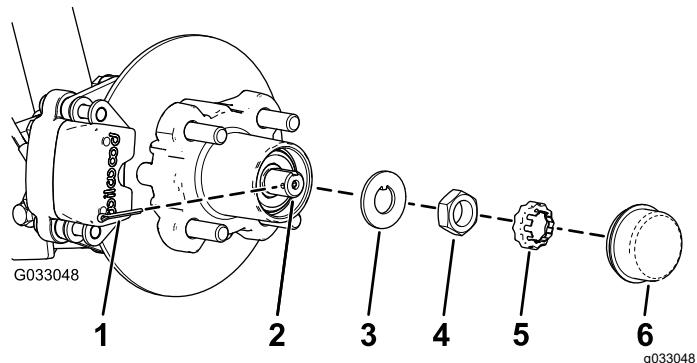

图 24
4. 从轮毂上卸下防尘盖图24。
5. 从主轴和主轴螺母上卸下开口销和螺母卡环图24。
6. 从主轴上卸下主轴螺母将轮毂和转子总成从主轴上分开图24和图25。